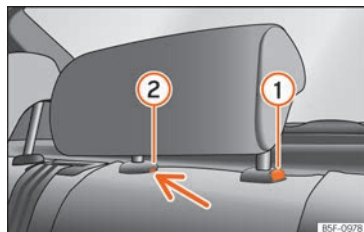

Fig. 150 Apoyacabezas trasero central: punto de desbloqueo.
- Para ajustar el apoyacabezas a una altura menor, pulse la tecla » » » **fig. 150** ① y desplácelo hacia abajo.